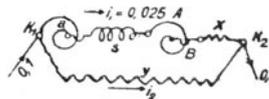

Fig. 21.
- der Widerstand x (Fig. 21) zwischen B und K_2 , der noch zugeschaltet werden muß, um bei $0,1 [0,1] (0,1) \text{ V}$ Spannungs-
- b) der parallel zu schaltende Widerstand, damit der Kombinationswiderstand zwischen K_1 und K_2 1 [1] (1) Ω ist,